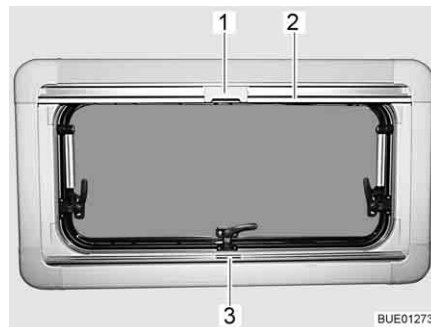

Bild 85 Överkantshängda fönster
- Ta tag i mitten på plisségardinens list (Bild 85,3) och drag den nerifrån och uppåt och släpp den vid önskad höjd. Plisségardinen stannar på denna höjd.
- Drag, med listen, (Bild 85,2) ner insektsnätet tills listen stöter mot plisségardinen (Bild 85,3).
- Lås fast insektsnätets spärr (Bild 85,1) på plisségardinens list.
- Tryck spärren (Bild 85,1) upptill på insektsnätet bakåt.
- För långsamt tillbaka insektsnätet med listen (Bild 85,2).